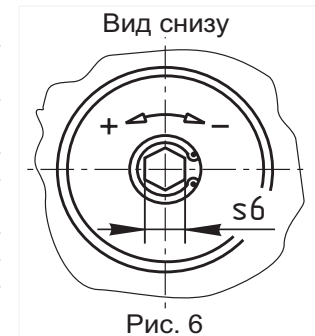

Рис. 6
4.5.4 При необходимости регулирования количества пропускаемого газа, используйте винт в нижней крышке (только для клапанов ВН...КПЕ). Поворачивая винт в сторону знака «-» можно уменьшить количество пропускаемого через клапан газа (рис. 6).